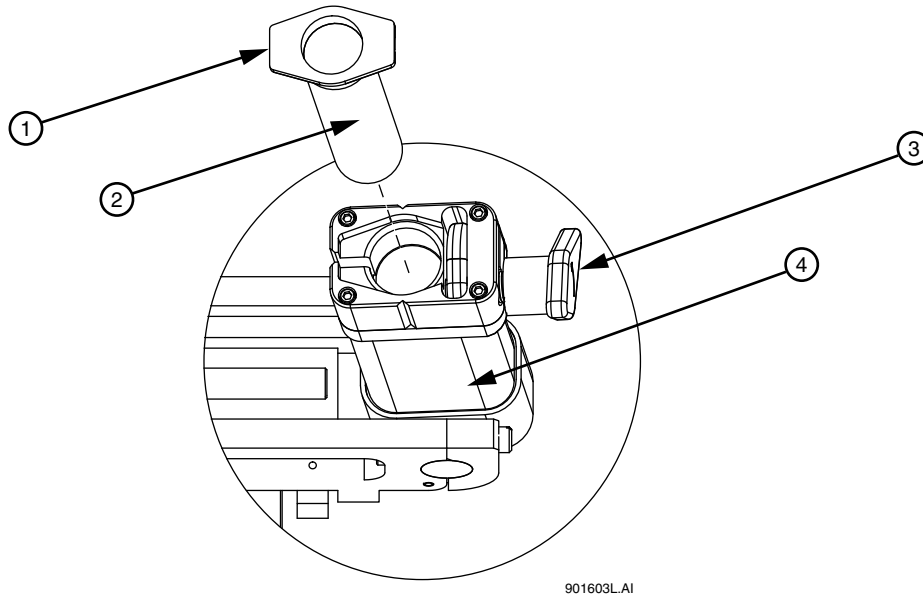

图 3.48 拆卸更换凝胶盒 - 继续
4. 抓住凝胶盒 / 凝胶泵塞翼，然后将其拉出桶（图 3.48）。